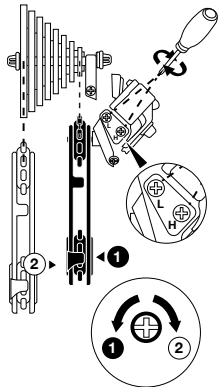

Abb. 17. Einstellung der Endanschläge am Schaltwerk
2. Die obere Leitrolle sollte genau unter dem kleinsten (unteren Anschlag) oder größten Ritzel (oberer Anschlag) sitzen. Wenn die Leitrolle nicht korrekt ausgerichtet ist, müssen Sie die Schraube für den Endanschlag entsprechend nach links oder rechts drehen, um die richtige Ausrichtung zu erreichen (siehe *Abb. 17*).